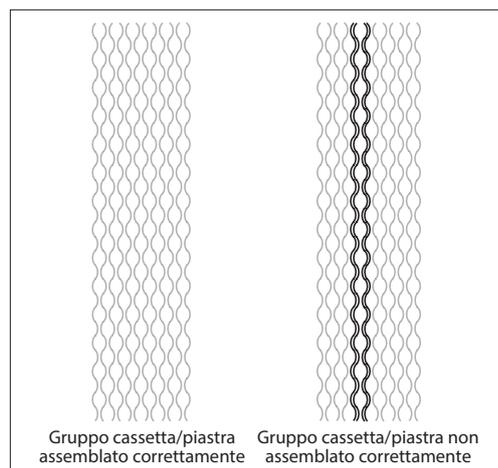

Fig. 13. Gruppo piastra assemblato correttamente/ non correttamente
- Controllare che il bordo della piastra/cassetta sia uniforme (vedere fig. 13)